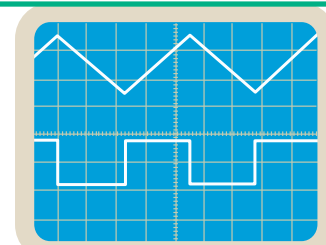

Fig.11 : Oscillogrammes des tensions  $u_{AB}$  et  $u_{BC}$
On visualise simultanément la tension  $u_{AB}$  aux bornes du résistor sur la voie  $Y_1$  et la tension  $u_{BC}$  aux bornes de la bobine ( $B_1$ ) sur la voie  $Y_2$  de l'oscilloscope au lieu de  $u_{CB}$  (Fig.11), et ce en appuyant sur le bouton **INV** de  $Y_2$ .
- 2°) Par exploitation des oscillogrammes de la figure 11 :
Comme celle délivrée aux bornes du générateur BF, la tension  $u_{AB}$  aux bornes du résistor est une tension triangulaire (Fig.11). D'après la loi d'Ohm,  $u_{AB} = R_o i$ , d'où  $i = \frac{u_{AB}}{R_o}$ . Donc, le courant débité par le générateur BF dans le circuit extérieur constitué par le résistor de résistance  $R_o$  et la bobine est un courant variable d'intensité  $i(t)$  et de forme triangulaire. Étant parcourue par un courant d'intensité variable  $i$ , la bobine est le siège d'une f.e.m. d'auto-induction  $e$ . Par conséquent,  $u_{BC}$  aux bornes de la bobine s'écrit :  $u_{BC} = -e + r i$ . En négligeant  $r$  devant  $e$  on aura :  $u_{BC} \simeq -e$ .
La forme de l'oscillogramme de la figure 11 montre que  $u_{BC}$  est une tension carrée :
2°) Préciser parmi les oscillogrammes de la figure 12 ceux qu'il faut comparer avec les oscillogrammes de la figure 11 pour montrer si l'inductance de la bobine dépend de la fréquence du GBF.